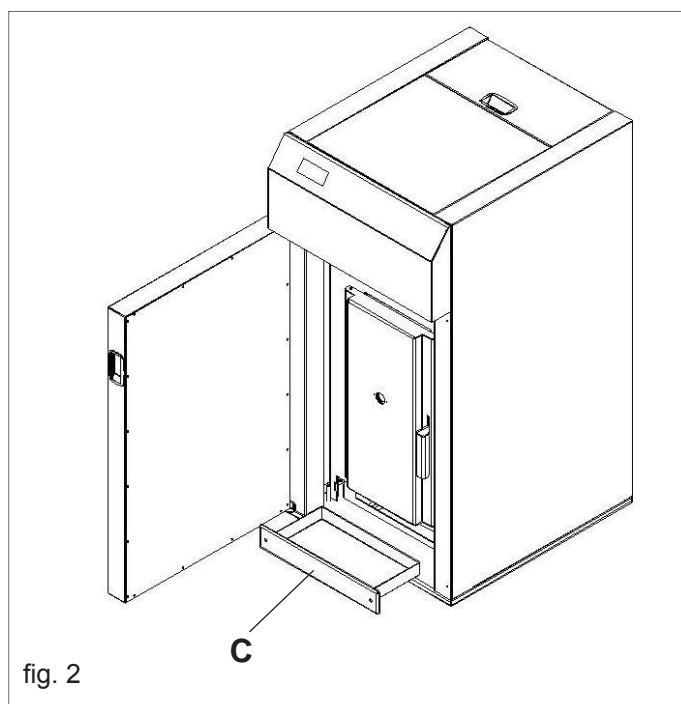

fig. 2
- aprire il cassetto inferiore (C - fig. 2) ed estrarre tutti i residui depositati.